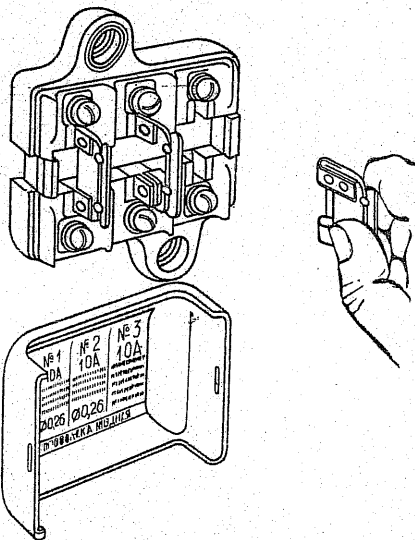

Bild 48. Sicherungsdose
2. Drei in einer Sicherungsdose (Bild 48) angebrachte Sicherungen mit Schmelzeinsätzen; die Sicherungsdose ist im Kofferraum an der Vorderplatte montiert.